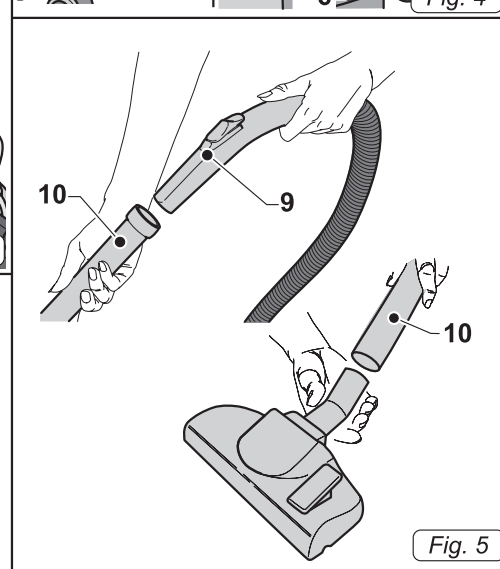

Fig. 5
- Conecte la extensión (10 Fig. 5) a la empuñadura ergonómica del tubo flexible (9 Fig. 5).